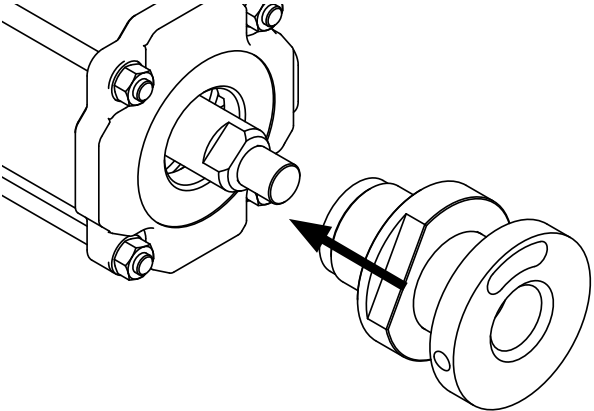

Fig.2-8 Installez le manchon d'extrémité sur l'actionneur.
- Vérifiez que les deux joints toriques sont montés sur le manchon d'extrémité, l'un devant être monté sur le filetage du manchon d'extrémité et l'autre sur le contre-écrou. Puis installez le manchon d'extrémité sur l'actionneur (→ Fig. 2-8).